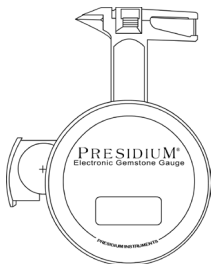

Fig. 1.1
2. Inserire una batteria CR 2032 3V con il simbolo (+) rivolto verso l'alto nel vano della batteria e chiudere premendo lateralmente il vano scorrevole verso l'interno (**Fig. 1.1**).